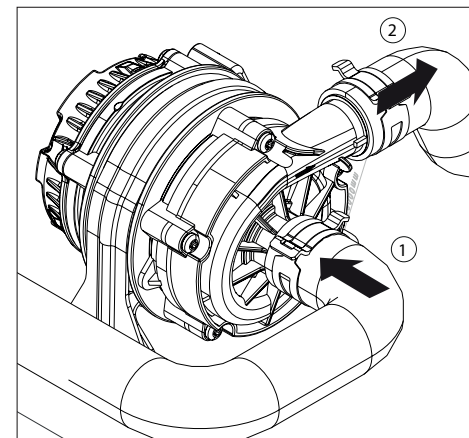
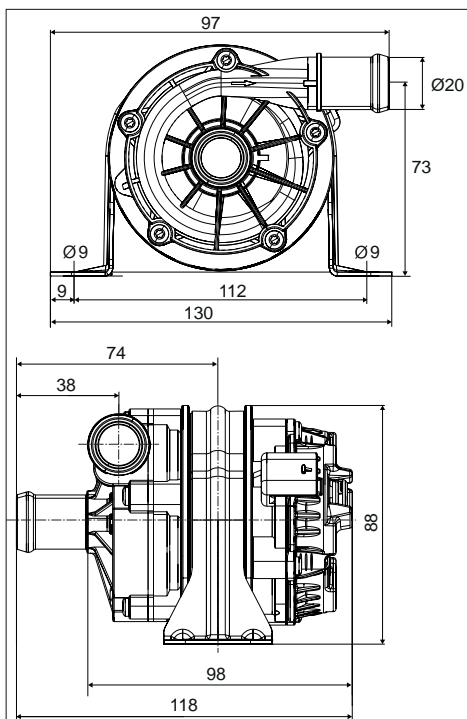

Abb. 09: Kühlmittelpumpe U4850, Einbaubeispiel
Abb. 10: Kühlmittelpumpe U4850, Einbaumaße (in mm)
- ▶ Kühlmittelpumpe einbauen, siehe Abb. 03, Abb. 09 und Abb. 10.